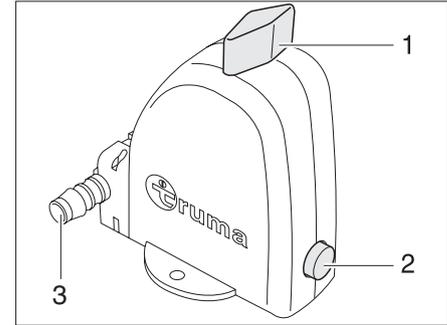

Fig. 84 Valvola di sicurezza/di scarico del boiler - Posizione funzionamento
Il boiler è dotato di una valvola di sicurezza/di scarico (Fig. 84). La valvola di sicurezza/di scarico impedisce che l'acqua congeli nel boiler in presenza di basse temperature esterne, quando il riscaldamento dell'autocaravan non è acceso.
Il bocchettone di scarico (Fig. 84, 3) della valvola di sicurezza/di scarico deve essere sempre pulito (adesempio senza ghiaccio, foglie).
- ▶ Ruotare la manopola (Fig. 84,1) di 90° nel senso della lunghezza della valvola di sicurezza/di scarico.
Il bottone automatico (Fig. 84,2) scatta fuori. Il boiler viene svuotato verso l'esterno attraverso il bocchettone di scarico (Fig. 84,3) della valvola di sicurezza/di scarico.
- ▶ Ruotare la manopola (Fig. 84,1) di 90° nel senso della larghezza della valvola di sicurezza/di scarico.
- ▶ Premere il pulsante (Fig. 84,2).